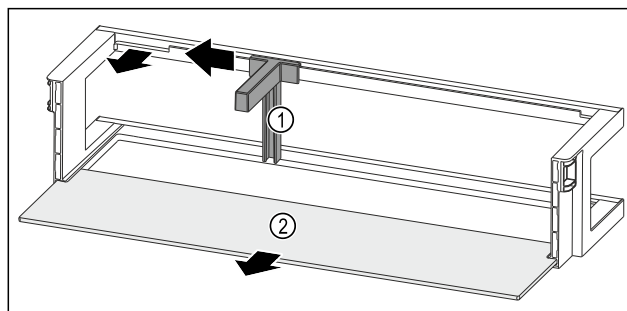

Fig. 96 Dveřní přihrádka s držákem lahví a odkládací plochou
- Držák lahví Fig. 96 (1) posuňte na stranu až k vybrání.
- Držák lahví Fig. 96 (1) odeberte.
- Odkládací plochu Fig. 96 (2) odeberte.